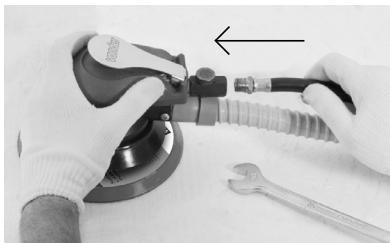

Fig. 6 – Montagem da alimentação de ar na lixadeira
- Conecte a mangueira de ar na ferramenta. Utilize pressão de 90 lbf/pol2 - 6,33 kgf/cm2 (Fig. 6);